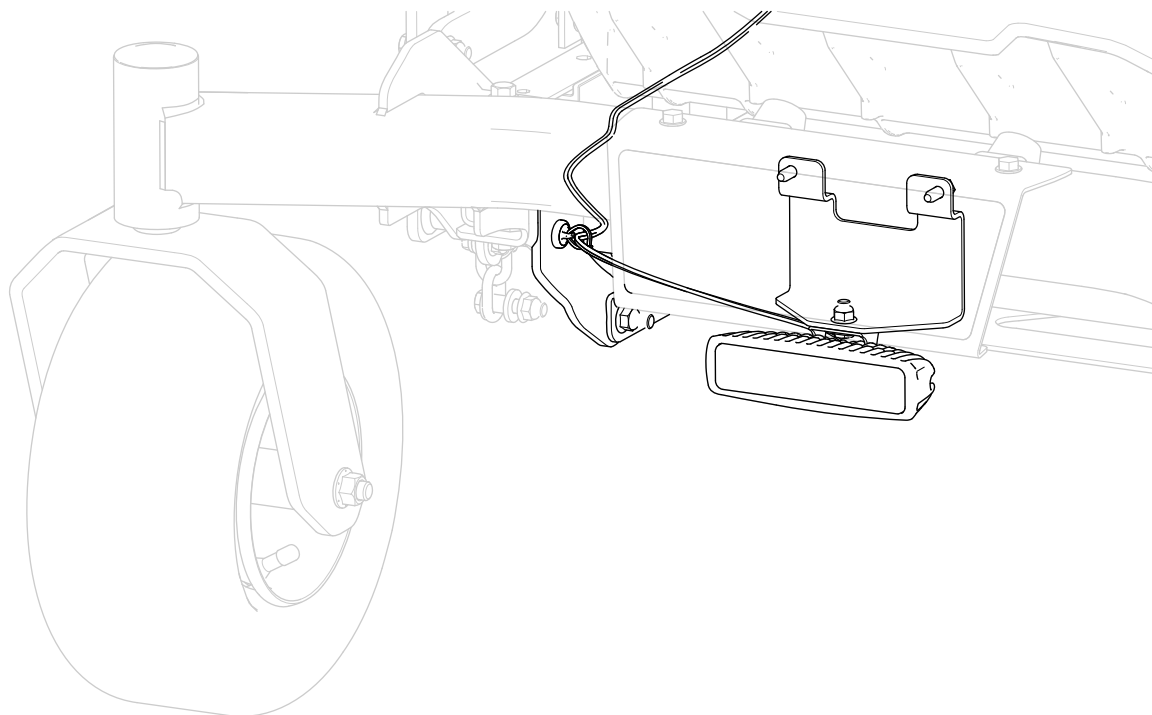

Figura 11
6. Desde la parte delantera de la máquina, enrute el arnés de cables por el lado derecho de la máquina, y sujete el soporte de brida magnético a la placa de giro derecha (Figura 11).